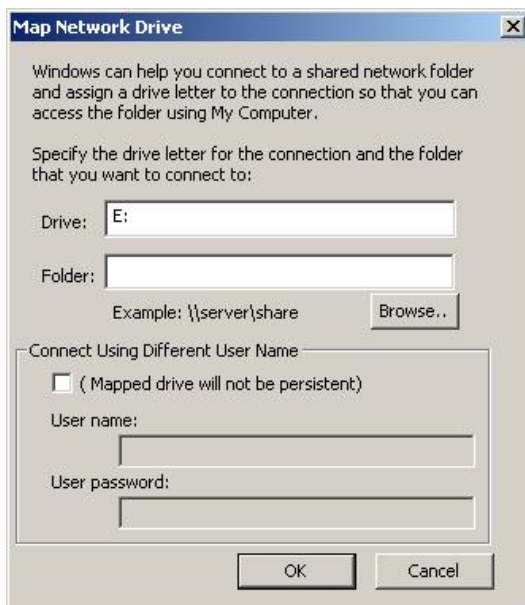

FIGURA 12.11.6
3. En la caja de texto **Drive**, teclee **"E:"**. Debe teclear ambas, la "E" y el ":". Ver Figura 12.11.6. Las letras de disco duro de la A hasta la D ya están utilizadas.